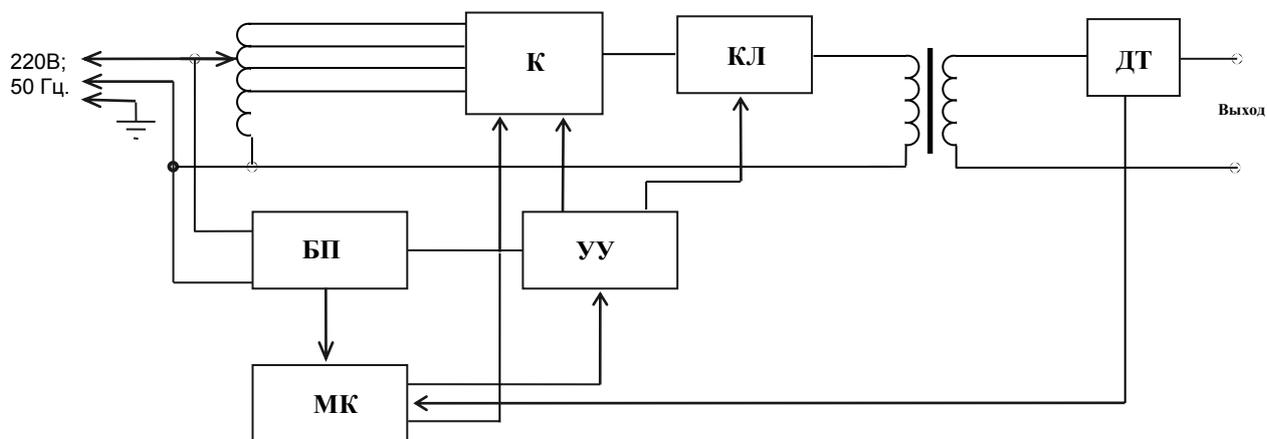

Рис.1 Структурная схема испытательного генератора ИГП 1.2
4.1 Структурная схема генератора представлена на **рис.1**.